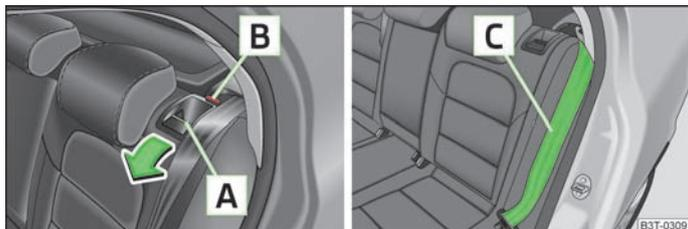

Fig. 61 Sbloccaggio dello schienale dei sedili / Bloccaggio dello schienale dei sedili
- Premendo la maniglia di sblocco [A], » fig. 61 sbloccare lo schienale e ribaltarlo completamente.
- Posizionare la cintura di sicurezza posteriore più esterna [C] » fig. 61 dietro l'angolo del rivestimento dei sedili.